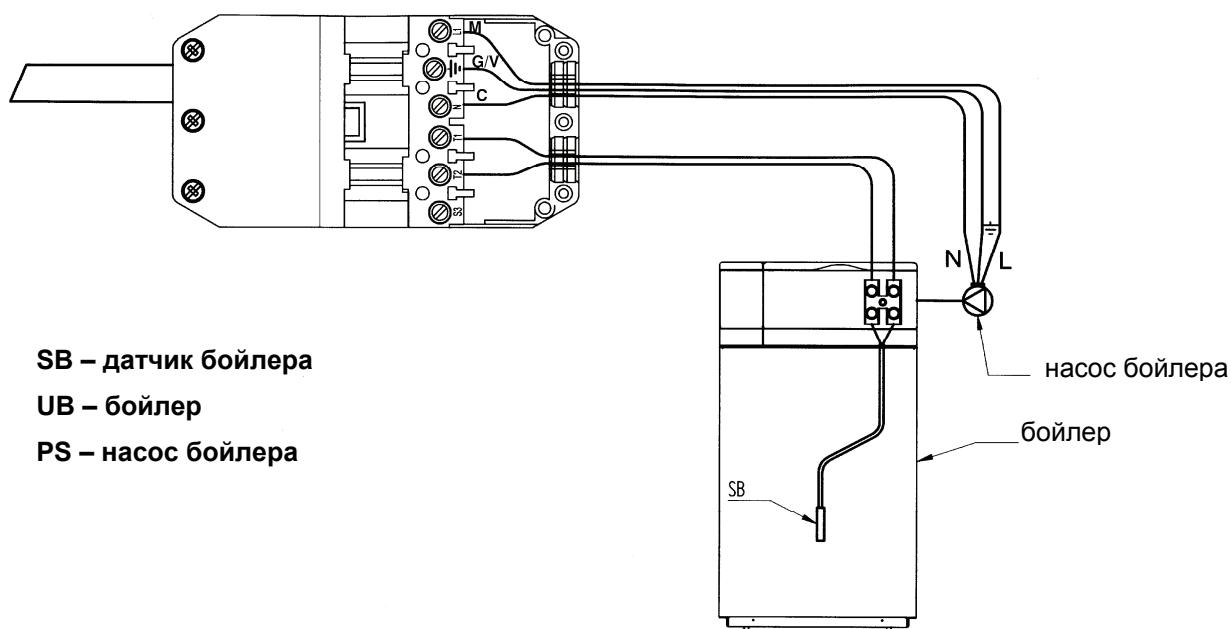

Рис. 6 Схема подсоединение датчика ГВС и насоса бойлера.
- Подсоединить насос бойлера к клеммам (L1 - N -  $\frac{1}{2}$ ) 6-ти полюсного разъема используя кабель типа «HAR VV – F» 3x0.75  $\text{мм}^2$  (Рис. 6).